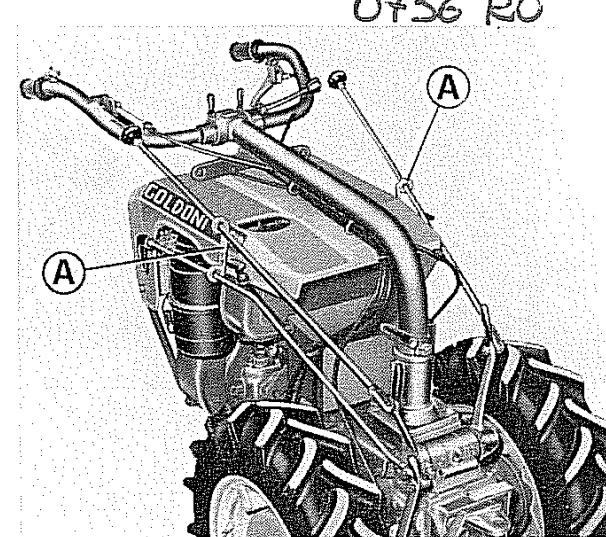

Fig. 15 - Rotazione stegole
- A stegole girate ribloccare la leva **10** e montare i due supporti **A** (fig. 15) in dotazione alla macchina.